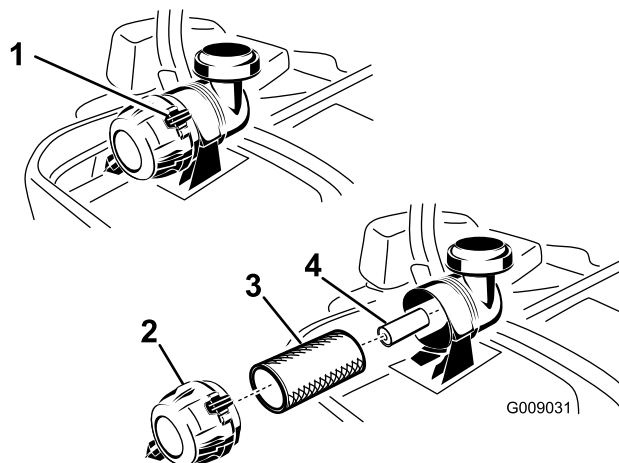

Figure 46
3. Appuyez sur les attaches du filtre à air pour les ouvrir et détachez le couvercle du corps du filtre à air (Figure 46).
5. Sortez le préfiltre du corps du filtre avec précaution (Figure 46). Évitez de cogner l'élément à l'intérieur du corps.
1. Ne nettoyez pas l'élément en papier, remplacez-le (Figure 46).
2. Si vous remplacez l'élément secondaire, insérez-le avec précaution dans le corps du filtre (Figure 46).
3. Placez ensuite le préfiltre sur l'élément secondaire avec le même soin (Figure 46).
5. Montez le couvercle, reniflard en bas, et tournez-le pour que les attaches verrouillent le couvercle en place (Figure 46).